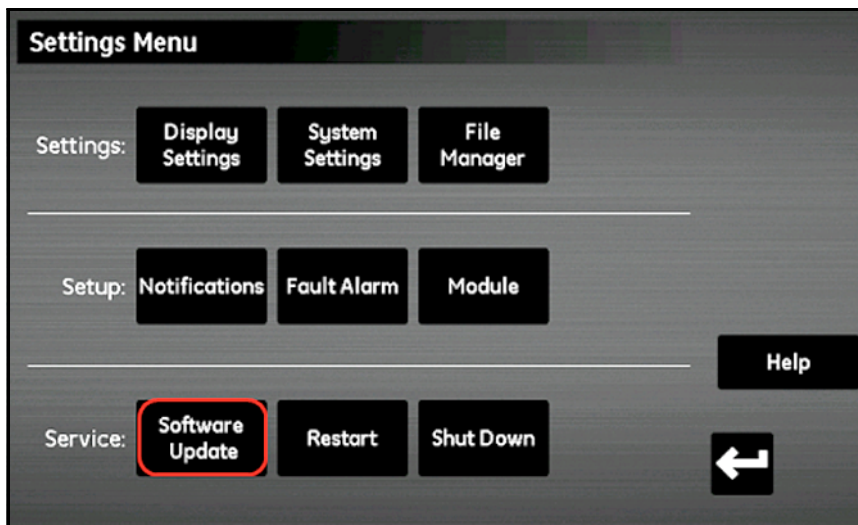

Figura 87: Aggiornamento software
5. Nella sezione **Servizio** (Figura 87), toccare il pulsante **Aggiornamento software**. Se il pulsante **Aggiornamento software** non è utilizzabile, controllare che il drive USB flash sia inserito correttamente nella porta USB.